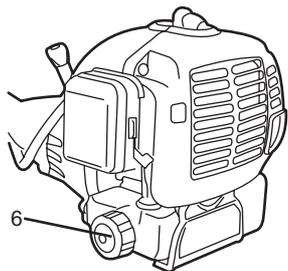

Fig. 5b
5. Dévissez le bouchon du réservoir de carburant (6), puis ôtez-le. (fig. 5b).
8. Essuyez les éventuelles coulures de carburant avec un chiffon et remettez en place le bouchon du réservoir (6). Vissez bien le bouchon (fig. 5b).